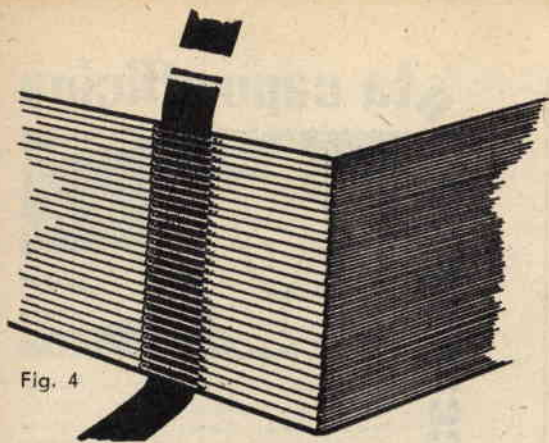
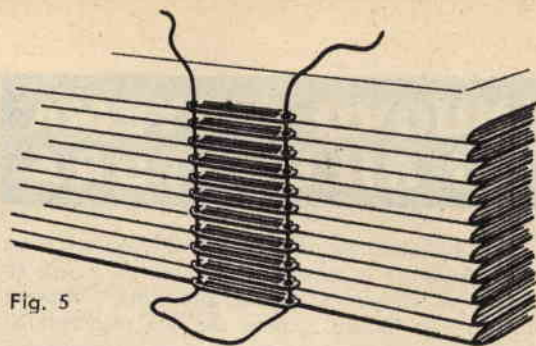

Fig. 4
Fig. 5
e) far passare i nastri in acciaio flessibile attraverso le finestrelle dei fermagli (fig. 4). Nel caso s'intenda conseguire maggior compattezza, è consigliabile unire fra loro — a mezzo di un filo — i fermagli dei fascicoli, valendosi in ciò dei fori previsti ai lati delle finestrelle dei fermagli stessi (fig. 5);